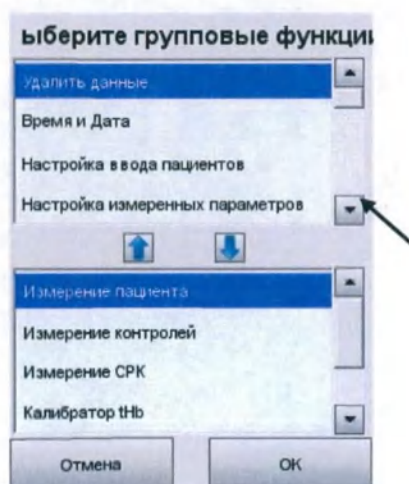

Рис.3-64 Выберите функции групп
6. Прокрутите вниз для следующих дополнительных опций (Рис.3-64):